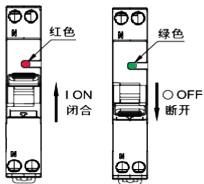

图2 NB5LE-40Y闭合、断开状态指示
5.1 安装使用前先检查剩余电流动作断路器标志与所使用的工作条件是否相符；剩余电流动作断路器闭合、断开状态指示如下图2